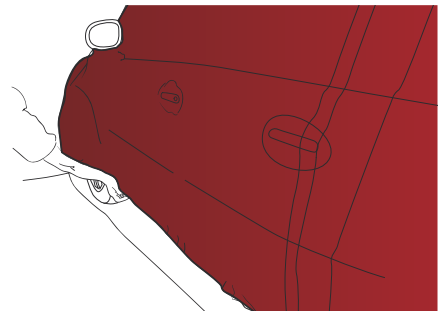

Abbildung 31
- › Wenn der Übergang über die Türgriffe gelungen ist, die Folie bis zum unteren Rand der Karosserie spannen. (Abb. 31)